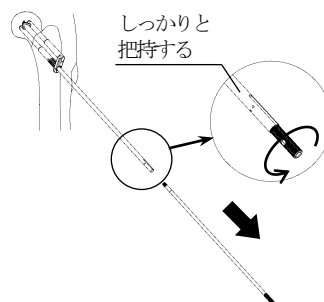

図13-1
- 6) インプラントが回転しないよう、インサータII (L) の外筒をしっかりと把持しながら中軸を緩め、引き抜きます。(図13-1)